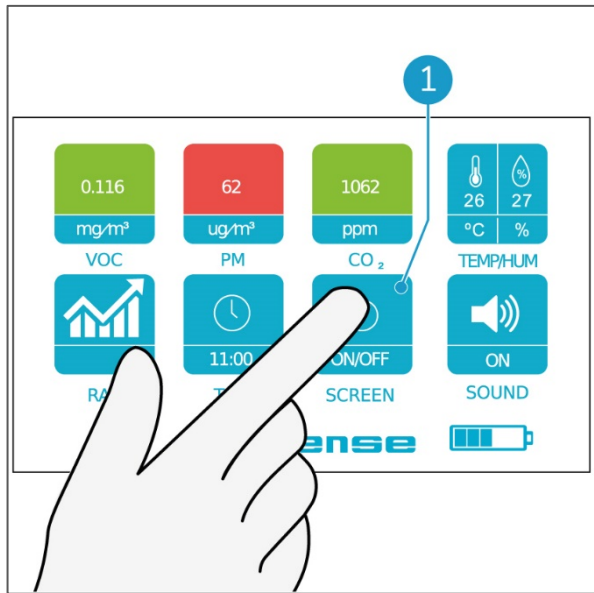

Figura 22
1. Toque no botão SCREEN (Figura 22, pos. 1) com o dedo para desligar o ecrã.